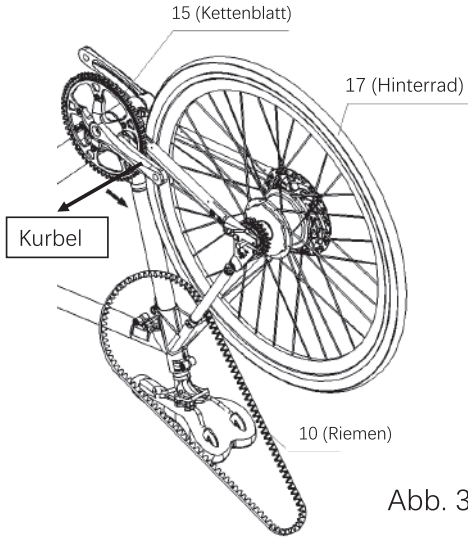

Abb. 30-1
d. Justieren Sie die Kurbelrichtung von Teil 15 so, dass sie zum Hinterrad zeigt, wie in Abb. 30-1 gezeigt.